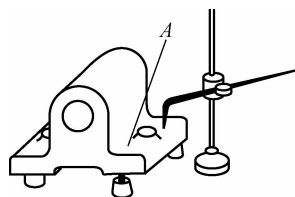

图 1-22 工件调整
(5)正确安放工件。用放置在划线平板上的三个千斤顶的尖端支撑轴承座底面,先调整左右两个千斤顶使工件在纵向与平板平行,后调整后边千斤顶,使轴承座底面与平板平行。如图 1-22 所示。